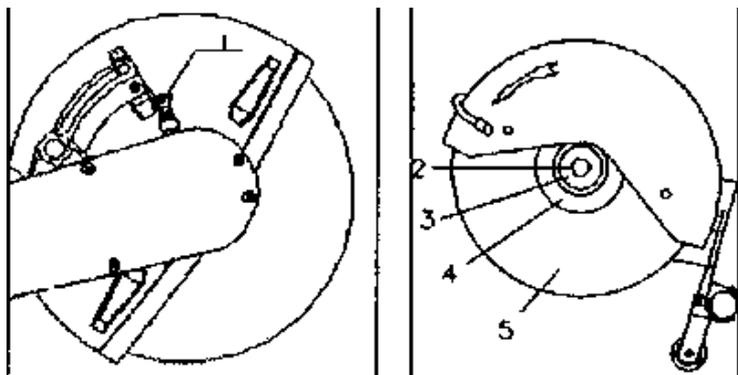

Рисунок 1
1.3. УСТАНОВКА/ЗАМЕНА ЛЕЗВИЯ: (СМ. РИС. 1)
- Аккуратно нажмите на замок вала (1), используйте комбинированный ключ, чтобы повернуть лезвие (5) вперед и назад, пока замок вала не войдет в зацепление с валом лезвия.
- С помощью комбинированного ключа ослабьте и отвинтите болт с шестигранной головкой (2).
- Снимите металлическую шайбу (3), фланец (4) с вала ножа вместе с заменяемым ножом.
- Установите фланец (4) и металлическую шайбу (3).
- Вверните болт с шестигранной головкой (2) и затяните его комбинированным ключом с горелкой 25 Н·м.